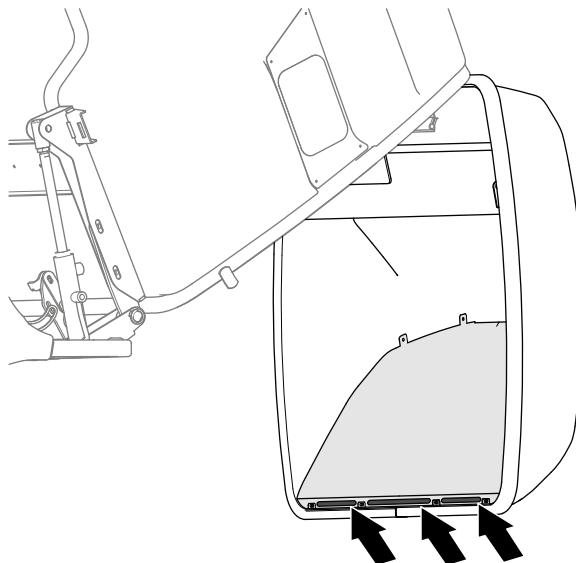

図 141
6. 圧縮空気を使って、ホッパーのドアの内側の金属製の板の下部にあるスロット部分を清掃する 図 141。